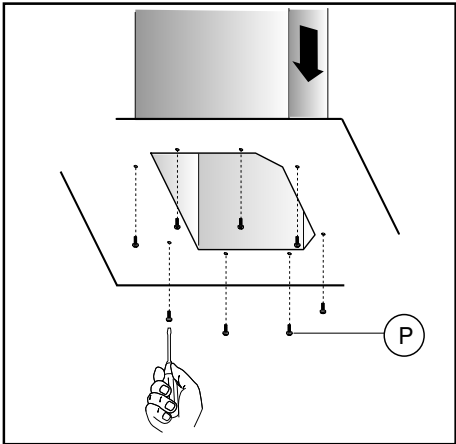
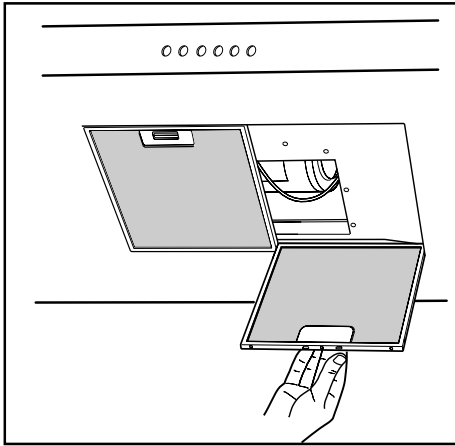

Fig.14
Fig.16
- La distanza minima fra la superficie di supporto dei recipienti di cottura sul dispositivo di cottura e la parte più bassa della cappa da cucina deve essere di almeno 65 cm. Se dovesse essere usato un tubo di connessione composto di due o più parti, la parte superiore deve essere all'esterno di quella inferiore. Non collegare lo scarico della cappa ad un condotto in cui circoli aria calda o utilizzato per evacuare fumi degli apparecchi alimentati da un'energia diversa da quella elettrica. Prima di procedere alle operazioni di montaggio, per una più facile manovrabilità dell'apparecchio disinserire il filtro/i antigrasso (Fig.16).
- Se il vostro apparecchio è dotato di camino inferiore che necessita di fissaggio al corpo cappa con le viti, rimuovere dalla cappa i filtri antigrasso agendo sulle apposite maniglie (Fig.16). Avvitare quindi il tubo camino inferiore dall'interno della cappa, utilizzando le viti **P** (Fig.14). Provvedere infine a ricollocare i filtri nel loro alloggiamento.